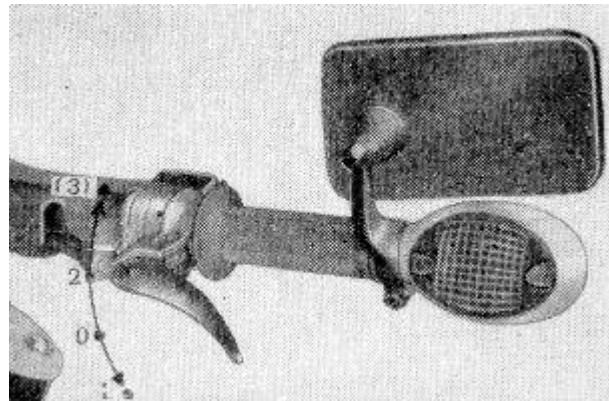

Bild 2. Handschaltung
- **Bei den Handgeschalteten Fahrzeugen** wird der gewünschte Gang durch Drehen des Schaltgriffes nach oben oder unten (s. **Bild 2**) eingeschaltet.